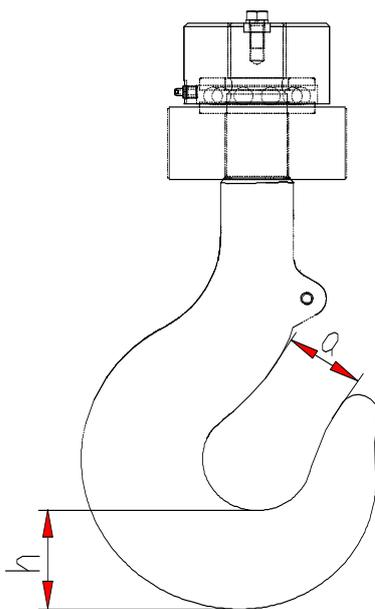

图 2.11-2
- 5) 尺寸"a"或"h"公差超限（见图 2.11-2）。